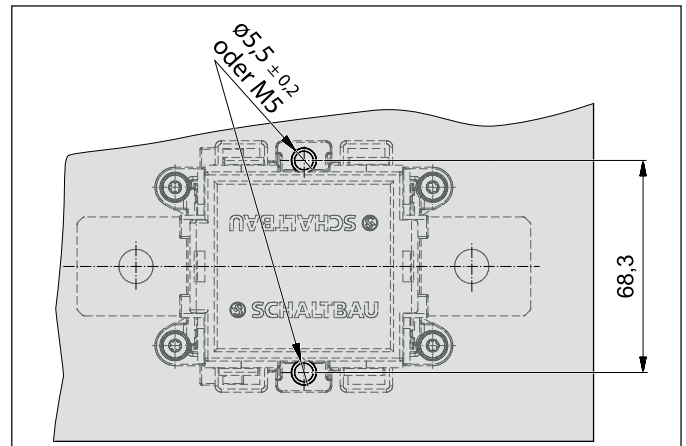

Abb. 1: Maße und Anordnung der Montagebohrungen
- ▶ Für die Befestigung der Schütze ist eine geeignete Montageplatte mit 2 Montagebohrungen gemäß nachstehender Maßzeichnung (**Abb. 1**) vorzusehen.